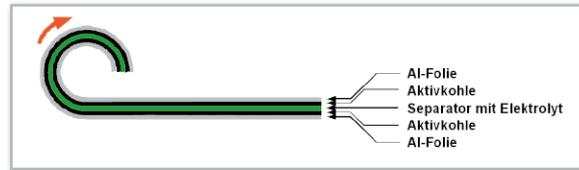

Bild 15: Der Schichtenstapel eines DLC wird aufgewickelt.
In der Praxis wird ein DLC als aufgewickelter Sandwich aus Aluminiumfolie, Aktivkohle, Separatorschicht mit Elektrolyt, Aktivkohle und Aluminiumfolie ausgeführt (Abbildung 15). Mit organischen Elektrolyten sind Kondensatorspannungen bis knapp 2,8 V möglich. Damit ergibt sich ein möglicher Energieinhalt gemäß Gleichung (4).